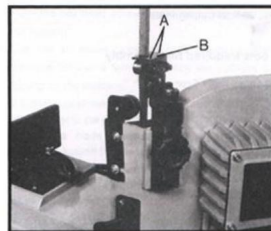

Fig. 3
3. Ta bort två skruvar (A, Fig. 3) och deflektorplattan (B).